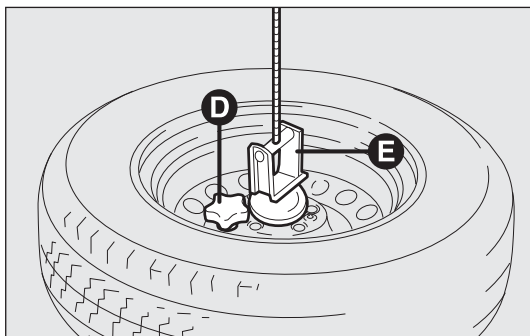

fig. 159
- ❑ svitare il pomello di trattenimento D-fig. 159 e liberare la ruota sfilando il supporto E.
- prelevare la ruota sostituita, riagianciarla al supporto E-fig. 159 ed avvitare il pomello D-fig. 159;